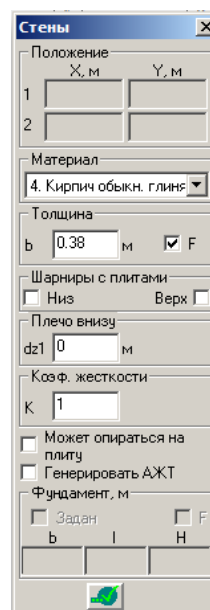

Рис.10.2.4. Окно диалога Стены (Свойства элементов)
- В открывшемся окне диалога **Стены** (рис. 10.2.4) выполните следующие действия: